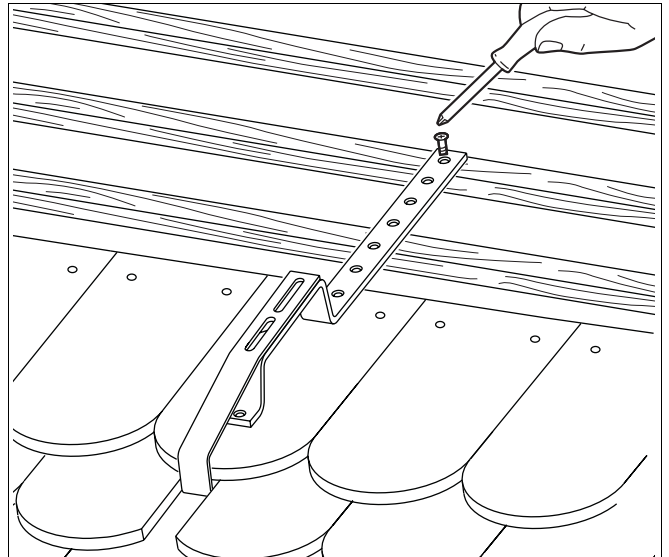

Fig. 28 Montagem dos ganchos de fixação especiais para telhados
- ▶ Monte os ganchos de fixação especiais para telhados (Fig. 28) com os parafusos fornecidos.